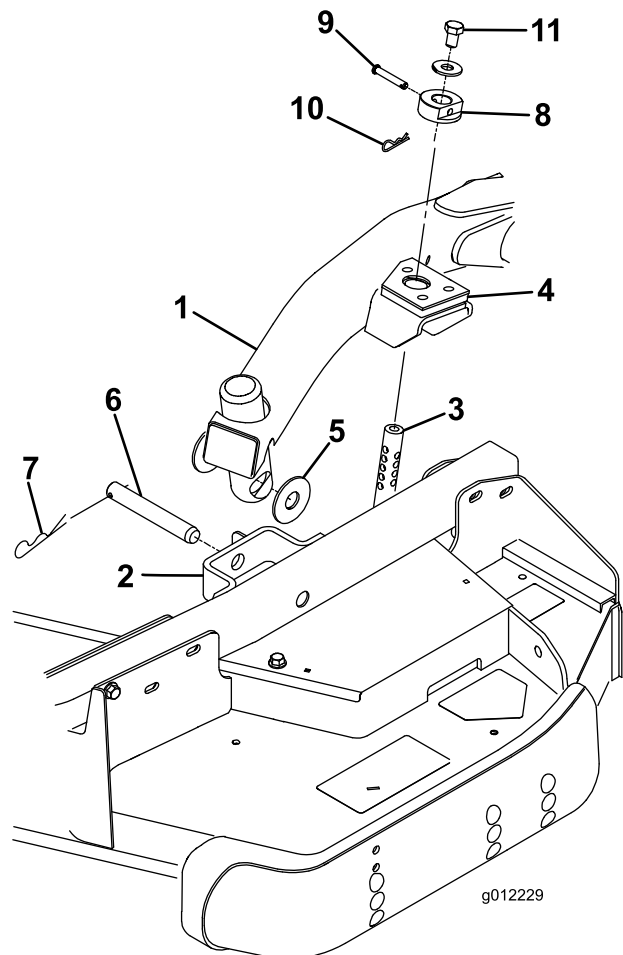

Figura 26
4. Desloque a alavanca de elevação para a posição Suspensa. Empurre um braço de elevação para baixo até que os furos no braço fiquem alinhados com os furos do suporte do braço da roda giratória e a haste de altura de corte possa ser inserida nas pastilhas do braço de elevação (Figura 26).
5. Prenda o braço de elevação ao braço da roda giratória com (2) anilhas de encosto, um passador de forquilha e um pino de gancho. Posicione as anilhas de encosto entre o braço de elevação e o suporte do braço da roda giratória (Figura 26). Insira a extremidade do gancho na ranhura da patilha do braço da roda giratória para fixar o contrapino.
9. Instale o anel da altura de corte nas varetas da altura de corte e prenda os passadores de forquilha e Pernos do gancho (Figura 26). A cabeça do passador de forquilha deve ser posicionada virada para a frente da plataforma.
10. Instale um parafuso de 1/2 x 3/4 pol. e uma anilha na parte superior de cada vareta da altura de corte (Figura 26).